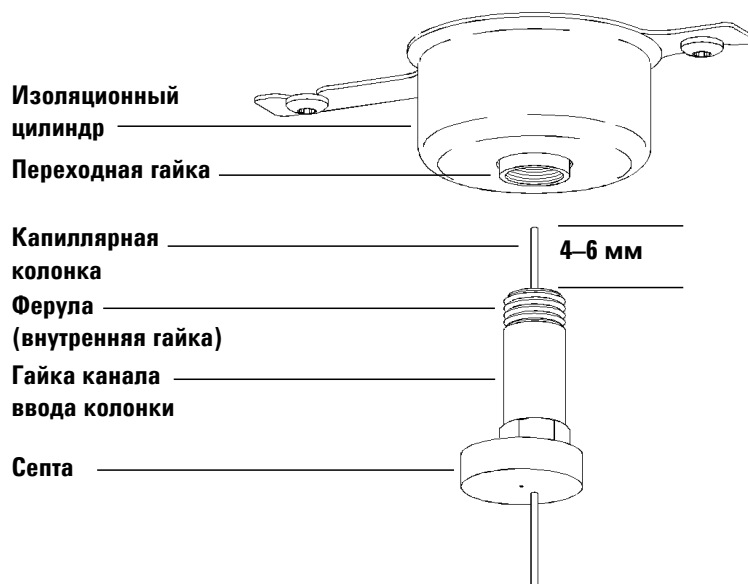

Рис. 3 Установка капиллярной колонки в канал ввода с/без деления потока
- 2 Установите септу под гайкой колонки так, чтобы колонка выступала за конец ферулы на 4–6 мм (Рис. 3).